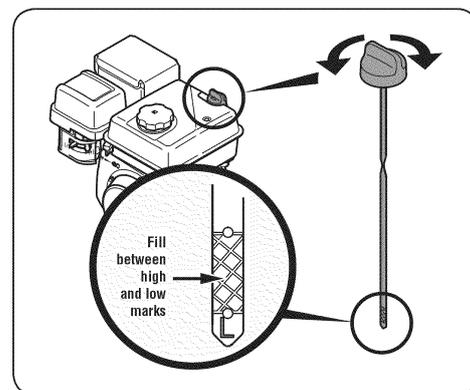

Рис.8
2. Извлеките масляный щуп и протрите его. См. Рис. 8.
4. Извлеките щуп. Если уровень масла низкий, медленно добавьте масло до тех пор, пока он достигнет уровня между отметками L и H. См. Рис.8.